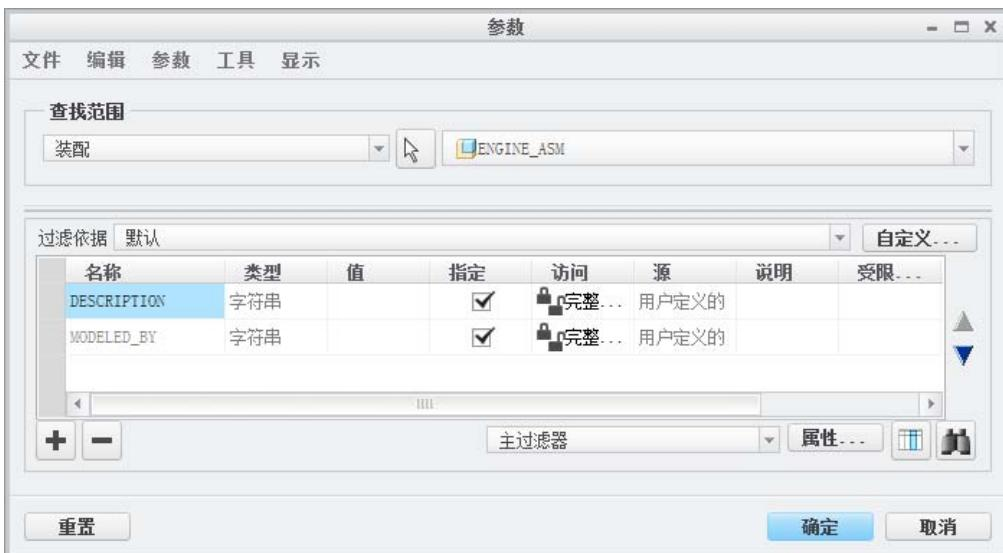

图 8.2.7 “参数”对话框
(1) 选择命令。单击**工具**功能选项卡**模型意图**区域中的“参数”按钮 [参数] ，系统弹出图 8.2.7 所示“参数”对话框。